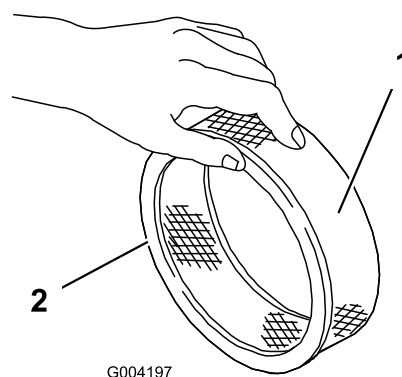

Рисунок 157
5. Осмотрите бумажный фильтр на наличие разрывов, масляной пленки или повреждений на резиновом уплотнении (Рисунок 157).